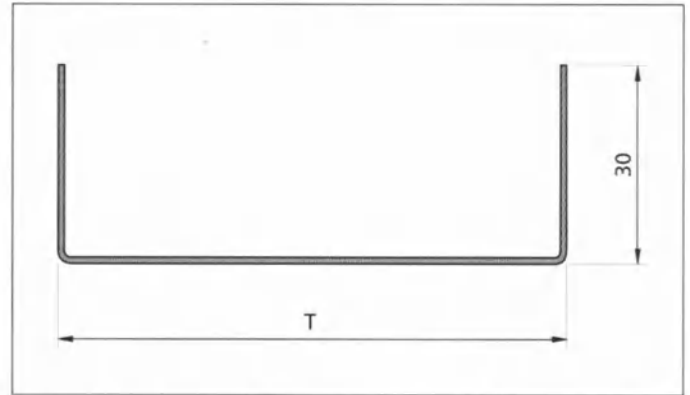

Рис. 22 Металлический лист покровный U 30
6.1. Металлический лист покровный U 30 (Рис. 22)